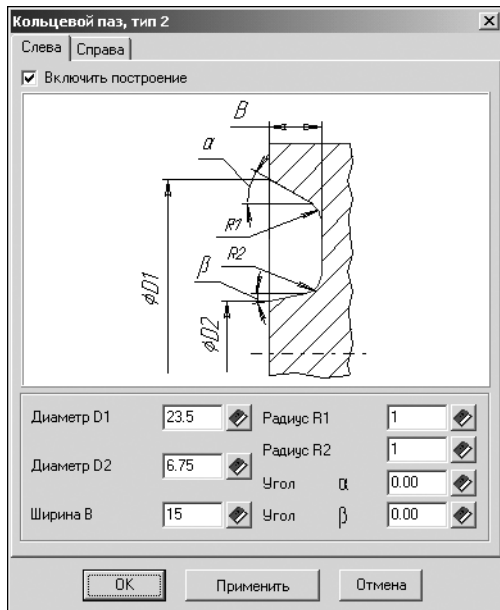

Рис. 4.34.
4. Укажите последовательно строки **Кольцевой паз – Тип 2**. Щелкните левой клавишей мыши. Откроется окно **Кольцевой паз, тип 2** (рис. 4.34).